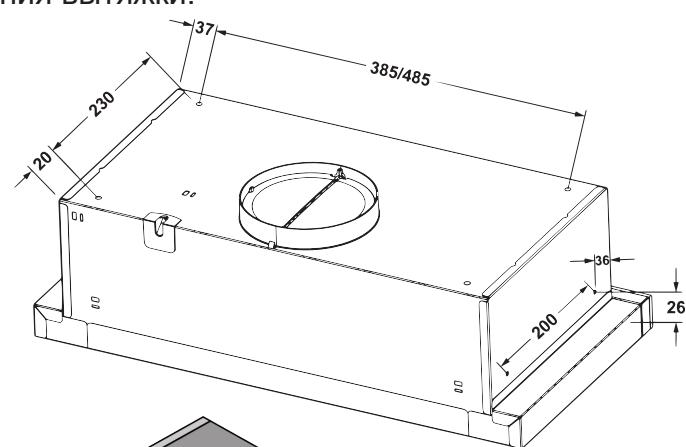

Рис.4
6.6 Крепление вытяжки осуществляется 4 метрическими винтами M5x35, которые вкручиваются изнутри навесного шкафа в резьбовые гайки M5, приклепаны к верхней плоскости корпуса вытяжки (рис.4 / 4.1).